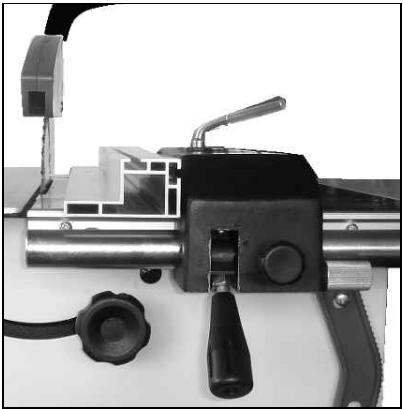

Fig 18
-Das Schneiden von schmalen Werkstücken (Breite unter 120mm) nur mit flachgelegter Anschlagschiene vornehmen (Fig 18).